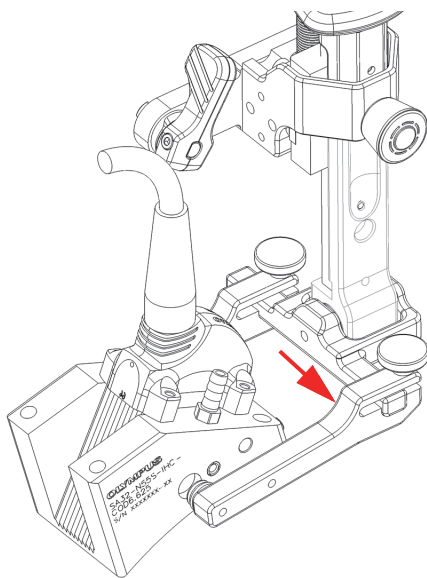

图 2-13 滑动枢臂到枢的旋转梁的端部位置
1. 拧松轭臂的指旋螺钉，然后向外滑动一个轭臂，使其达到轭臂旋转梁的端部位置。螺钉和轭臂必须一直连在探头托架上（参见第47页的图 2-13）。